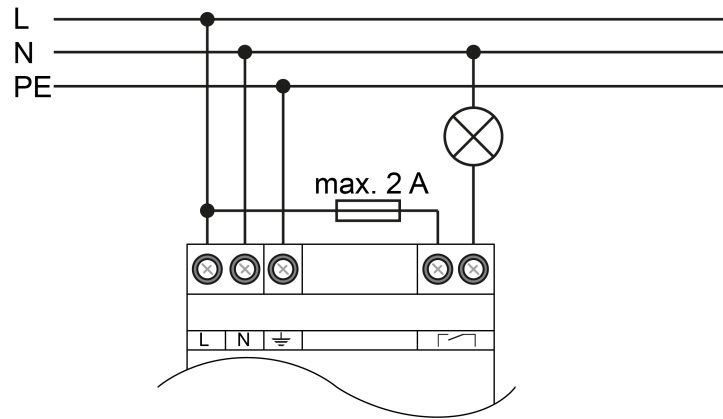

Bild 3: Anschlussbeispiel für optische Meldeeinrichtung
- Meldeeinrichtung entsprechend Anschlussbeispiel (siehe Bild 3) anschließen.